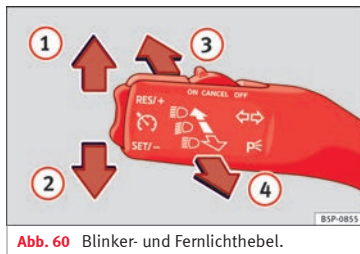

Abb. 60 Blinker- und Fernlichthebel.
- Drücken Sie den Hebel bis zum Anschlag nach oben » **Abb. 60** **1**, um **rechts** zu blinken bzw. nach unten **2**, um **links** zu blinken.
- Drücken Sie den Hebel bei eingeschaltetem Abblendlicht nach vorne » **Abb. 60** **3**, um das Fernlicht einzuschalten.
- Drücken Sie den Hebel zum Lenkrad, » **Abb. 60** **4** um das Fernlicht auszuschalten.